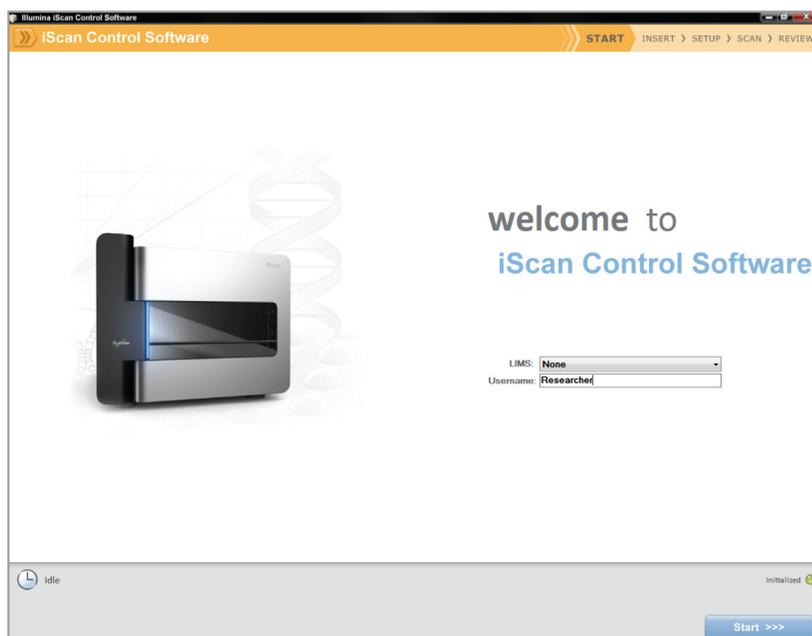

Рис. 201 Приветственное окно
3. (Для клиентов, не использующих Illumina LIMS) В выпадающем списке **LIMS** выберите значение **None** (Нет) и введите ваше имя пользователя в Windows (Рис. 201).